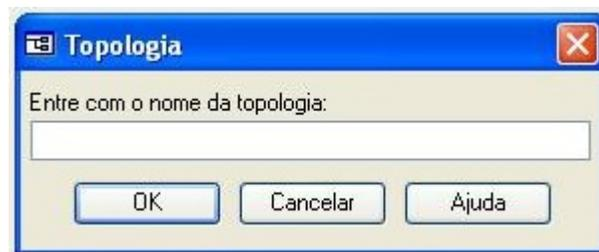

Figura 2.3 – Configuração do Software AssetView STANDALONE
- 2) Em seguida deve-se colocar o nome da topologia que será criada. Ver Figura 2.3.